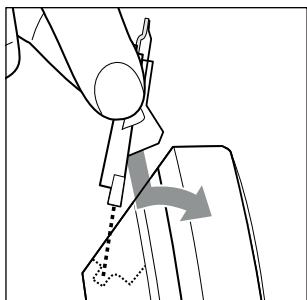

Fig. 10
- 6) Infilare la sporgenza della testina di taglio **1** sotto il bordo posteriore dell'alloggiamento. Premere la testina di taglio **1** verso il basso nel supporto della sporgenza e poi in avanti, finché non s'innesta udibilmente nell'apparecchio (vedere fig. 10).